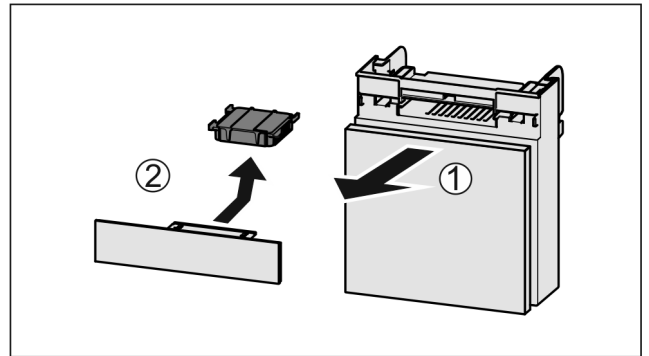

Fig. 114
- Lade vanaf de voorkant eruit trekken Fig. 114 (1).
- Actiefkoolfilter verwijderen Fig. 114 (2).